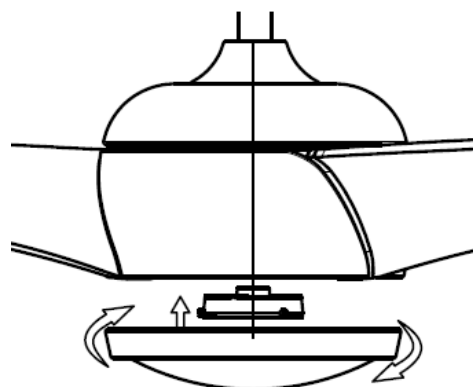

Fig. 9
- Infine, installare la copertura inferiore sul supporto della lampada ruotandola in senso orario. Fig.9